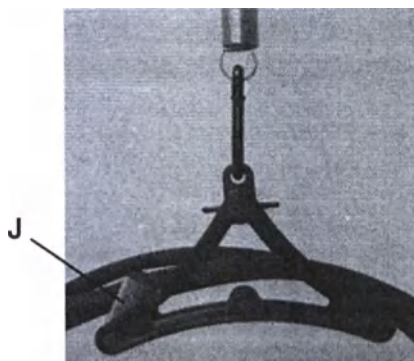

Рисунок 2-18 Фиксация шнуров устройства подачи луча на раме
1. Чтобы заблокировать шнуры устройства подачи луча в фиксаторе для ограничения их перемещения, поверните фиксатор (J) вверх и вставьте оптоволоконный шнур в него (см. Рисунок 2-18). В фиксатор входит только более тонкая секция шнура, начиная с 14 дюймов (36 см) от слайдера.